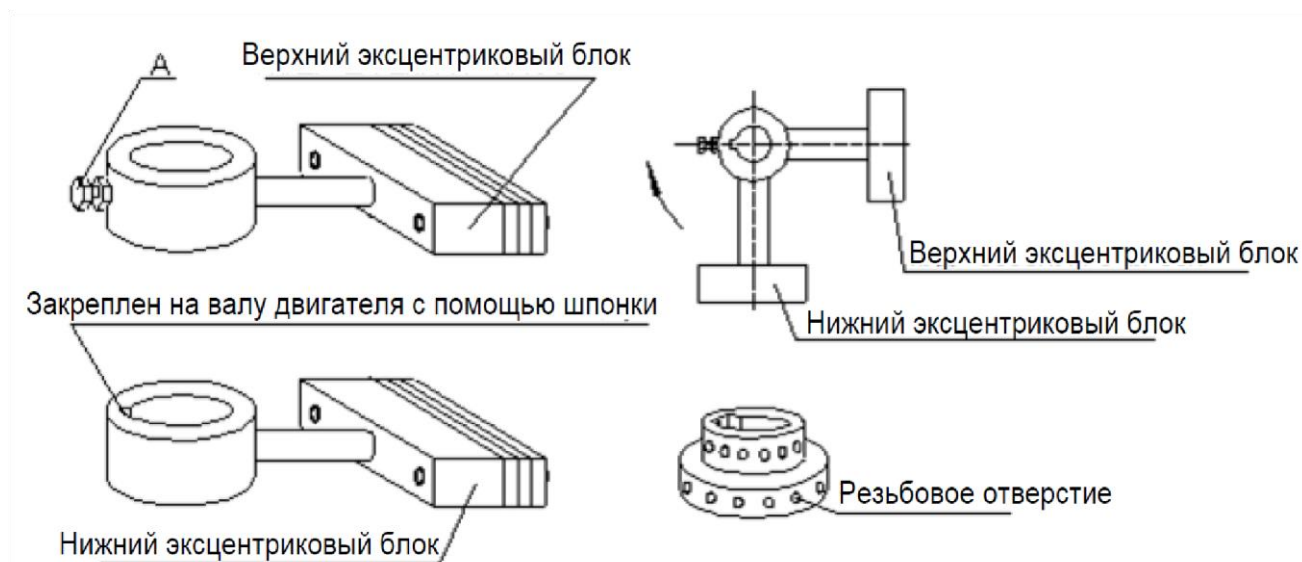

Рис. 2
- 1) Измените силу возбуждения путем регулировки внутреннего угла между верхним и нижним эксцентриковыми блоками. Эксцентриковые блоки прикреплены к обоим торцам вала двигателя с фиксированным нижним эксцентриковым блоком, поэтому верхний эксцентриковый блок используется для регулировки внутреннего угла. Проекция обоих блоков на плоскость составляют угол, который обычно равен  $90^\circ$ , как показано на Рис. 2. Места расположения верхнего и нижнего эксцентриковых блоков показаны на Рис. 2, при этом стрелка указывает направление вращения двигателя. Верхние и нижние шпоночные